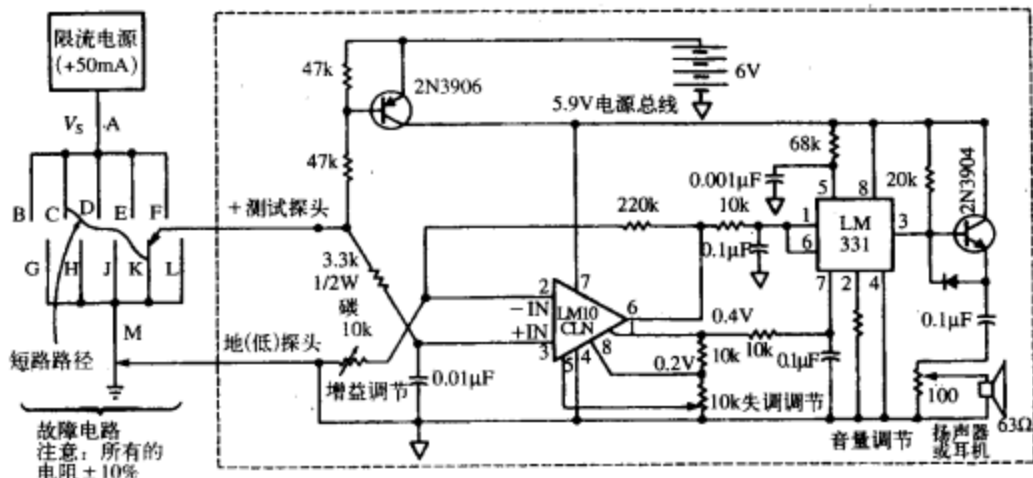

图2-9 你可以用这个短路检测器来查出印制电路板上的短路。简单地把测试探头沿着不同的线路滑动并仔细听音调的变化
(15) 如果有可能的话，让自己具有使用任何工程或生产测试设备的权力。使用此类设备是为了确保当你修整一部分电路的时候，不会反过来影响电路的其他部分。其他设备和测试仪也都归入专用测试设备类别；它们的作用将取决于你的电路。有3个这样的例子：短路检测器电路、AM（调幅）晶体管收音机和栅陷振荡器。
**短路检测器电路。**该工具在你必须修理很多大尺寸印制电路（PC）板时可以用过：它有助于你发现地线与电源线或信号线之间的短路。一台灵敏的数字电压表确实也可以实现同样的功能，但是短路检测器则更快更有效。而且，该电路在探头没有接上的时候会自己关闭，不耗电。在图2-9所示的短路检测器电路中，LM10运算放大器放大电压降，并提供给LM331电压频率转换器，该频率转换器被设置为在 $V_{in}=0\text{mV}$ 时音调最高。当采用该电路时，使用一个 $50\text{mA}$ 到 $100\text{mA}$ 的限流电源。要校准该电路，首先要把检测器的两个探头接地并且对高的音调调整失调调节（OFFSET ADJUST），然后把正极性测试探头接到A点的 $V_s$ 并且对低的音调调整增益调节（GAIN ADJUST）。图2-9所示的例子说明其中故障电路的五个主要的电源总线之一与地线之间有焊锡短路。